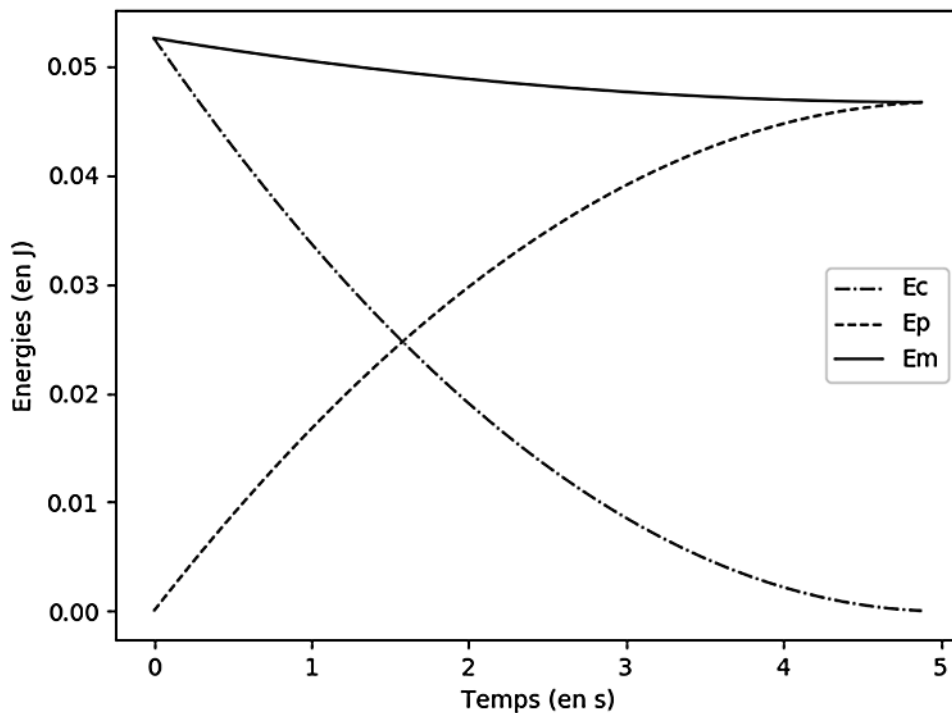

Figure 2. Représentation graphique des énergies obtenue à partir du programme python
- 2.1. Compléter les lignes 26 et 27 du programme en python afin qu'il permette d'obtenir la représentation graphique de la figure 2.
- 2.2. Commenter l'évolution de l'énergie mécanique de la goutte obtenue sur le graphique (figure 2). Indiquer en quoi la modélisation choisie ici permet d'obtenir des résultats plus en accord avec la réalité que le modèle proposé dans la partie 1.
- 2.3.2. La valeur choisie dans le programme pour f permet d'obtenir une valeur de 140 m pour la hauteur h_2 du jet. À l'aide du graphique figure 2, évaluer ΔE_m . En déduire la valeur choisie pour la norme de la force de frottement.